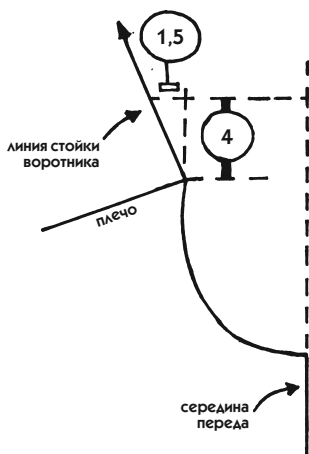

Рис. 429
2. Продолжите линию середины переда вверх (рис. 429).
- Постройте наклонную линию, как на рис. 429, которая будет являться линией стойки задней части воротника.